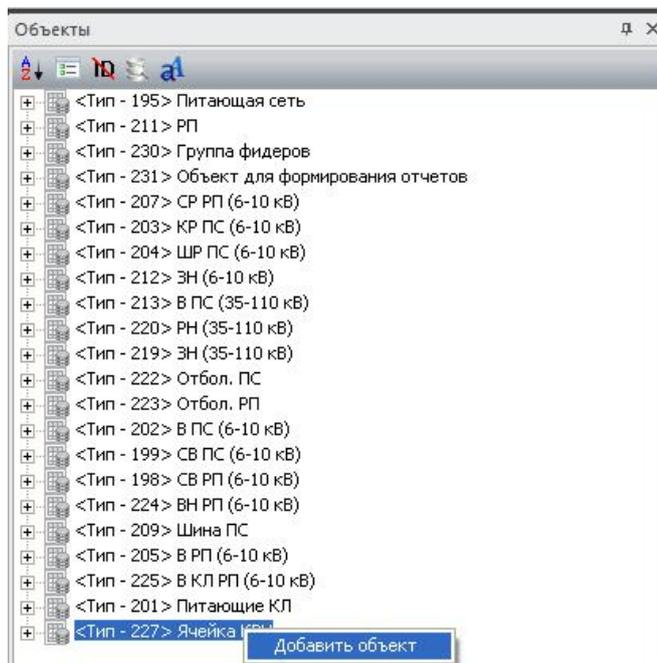

Рисунок 433 – Выбор команды «Добавить объект»
- в окне «**Объекты**» найти тип 227 (Ячейка КРУ). Щелчком правой кнопки мыши по типу 227 вызвать контекстное меню и выбрать команду «**Добавить объект**» (рисунок 433);